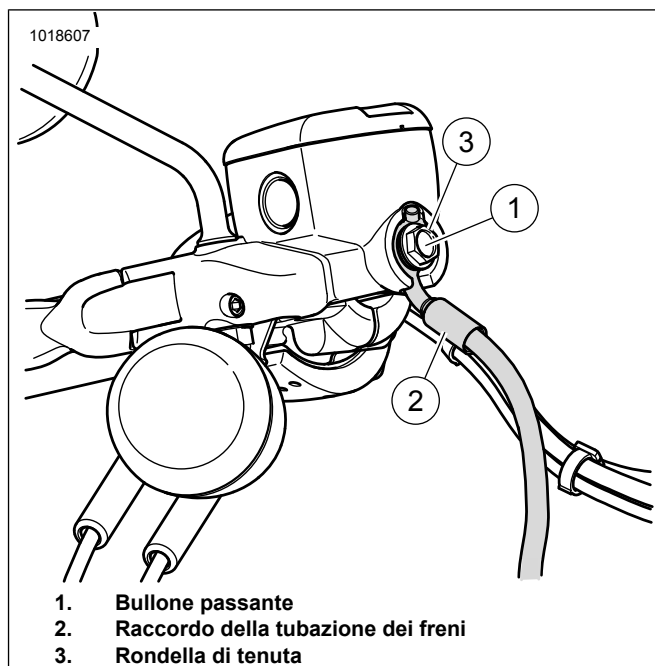
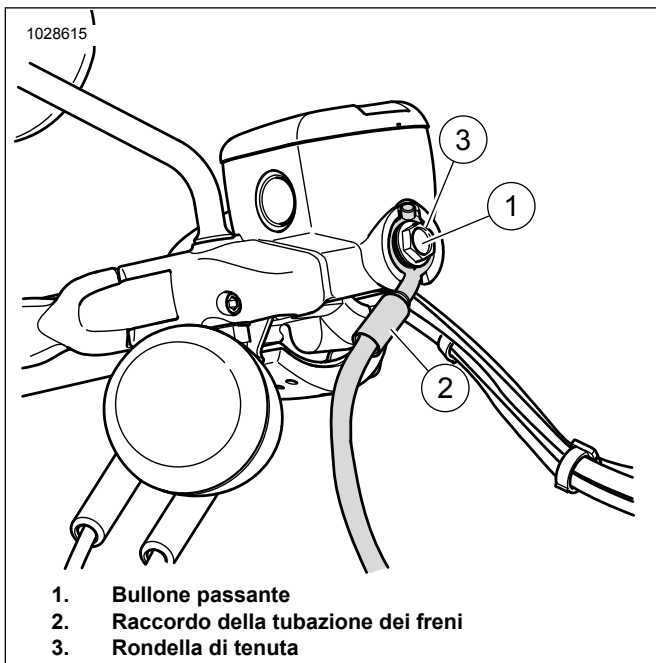

Figura 4. Raccordo tubazione del freno, bullone passante e guarnizione sigillante
Figura 5. Raccordo tubazione del freno, bullone passante e guarnizione sigillante
a. Vedere Figura 4 e Figura 5. Notare che il raccordo della tubazione del freno (3) è rivolto verso l'interno. Rimuovere il bullone passante (1). Conservare per il riutilizzo. Eliminare le rondelle di tenuta (2). Eliminare le rondelle di tenuta. Allentare la tubazione del freno in corrispondenza del collettore sotto la piastra inferiore della forcella.